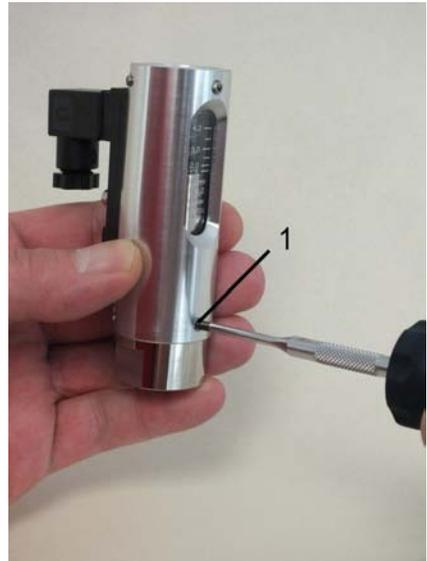

Abb. 45: Verschraubung (Eingang) befestigen
9. ► Verschraubung (Eingang) mit 3 Gewindestifte/Innensechskant (Abb. 45/1) an der Gerätehülse befestigen, dabei Drehmoment beachten ↪ Kapitel 11.1 „Schrauben-Anziehdrehmomente“ auf Seite 76